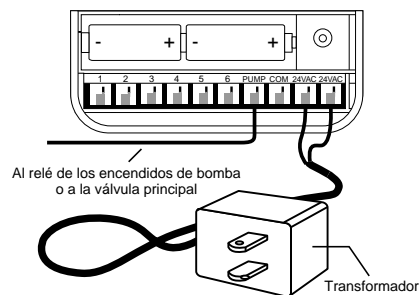

FIGURA 2: Conexión del encendido de la bomba, de la válvula principal y del transformador
- Conecte el transformador [Vea la figura 2].